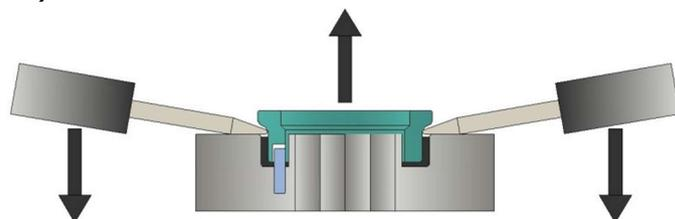

Figure 22 - Enlever le joint du rotor
- L'anneau d'étanchéité (83) peut sortir avec la face d'étanchéité. Si tel n'est pas le cas, l'enlever de son alésage dans le logement du rotor et le conserver avec la face d'étanchéité.
- N'enlevez que le siège du joint d'étanchéité rotatif (80) en passant par l'arrière du rotor (56) dans le cas où il est prévu d'installer un nouveau joint ou une nouvelle coupelle en caoutchouc en L (83). Extraire délicatement le siège du rotor en utilisant deux leviers souples, pour ne pas rayer le rotor ou endommager la face d'étanchéité. (Figure 22)